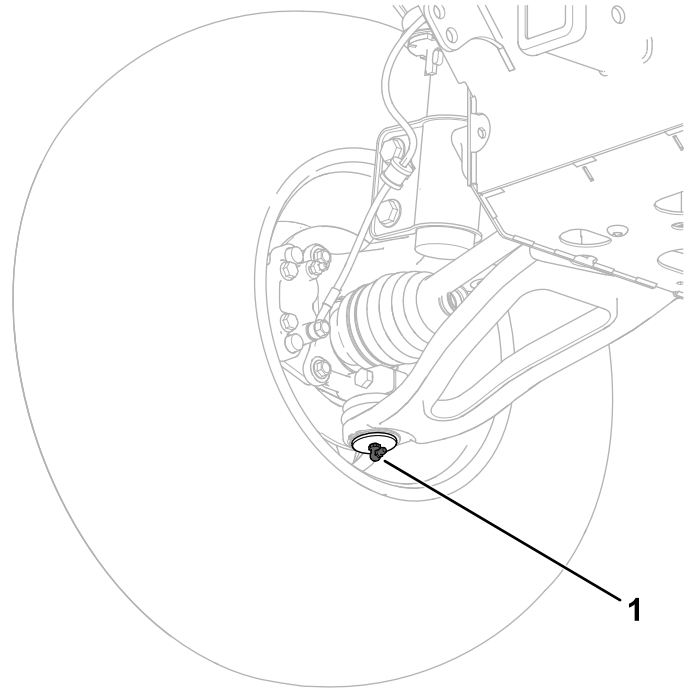

**Figure 55**
- **Pivots de bras de commande arrière (4) ;** voir Figure 55